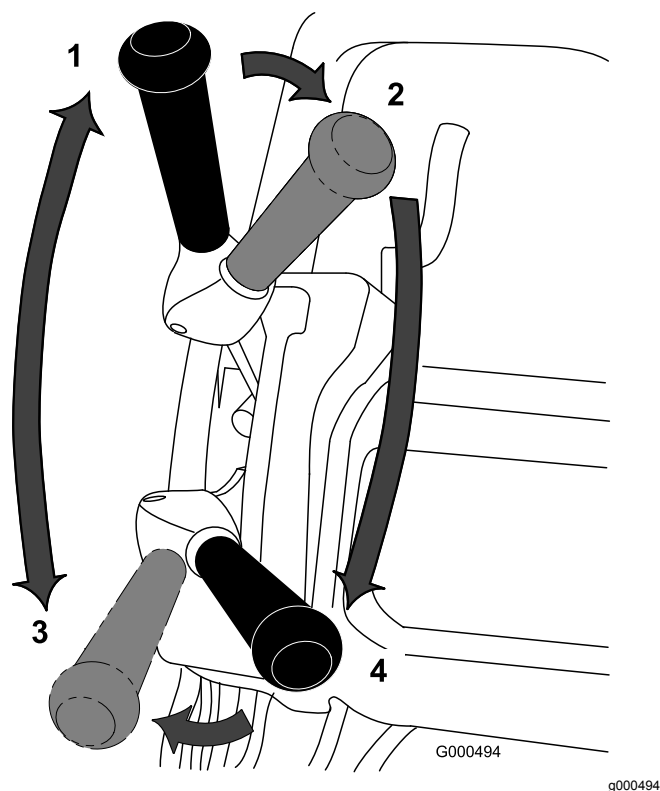

Figure 32
1. Démarrez le moteur, réduisez le régime moteur, appuyez sur le guidon pour lever l'unité de coupe, appuyez sur la commande de présence de l'utilisateur, amenez les leviers de commande de déplacement et d'engagement du cylindre en position AVANT (transport) et transportez la machine à la lisière du green (Figure 32).
2. Placez le levier à la position POINT MORT (Figure 32).
3. Amenez le levier de commande de déplacement à la position POINT MORT et le levier de commande du cylindre à la position DÉSENGAGÉE (Figure 32).
4. Amenez le levier de commande de déplacement en position AVANT et le levier de commande du cylindre en position ENGAGÉE (Figure 32), augmentez le régime moteur jusqu'à ce que la machine se déplace à la vitesse voulue, puis conduisez la machine jusqu'au green, abaissez l'unité de coupe au sol et commencez à tondre.